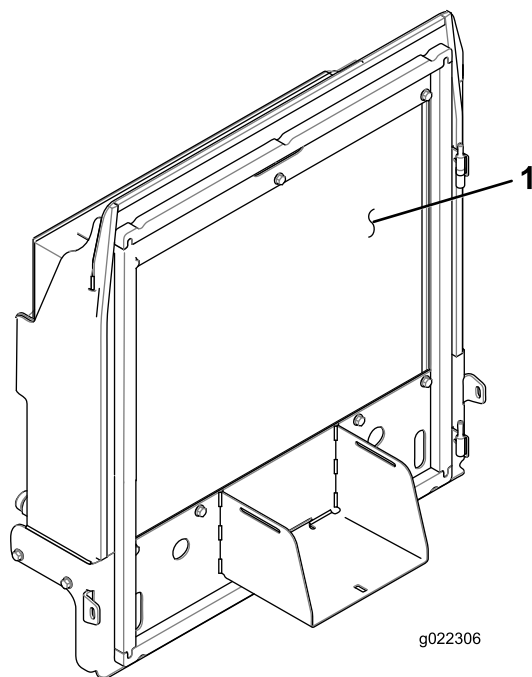

Figure 71
4. Nettoyez soigneusement les deux côtés du radiateur et du refroidisseur d'huile (Figure 71) à l'air comprimé.